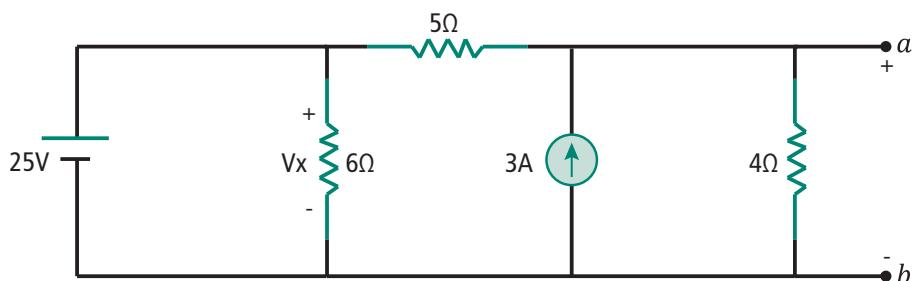

Figura 8.7: Circuito para elaboração do equivalente de Norton e Thévenin
- Determine os circuitos equivalentes de Thévenin e de Norton para o circuito da Figura 8.7, a partir dos terminais a-b.
- Determine a potência dissipada em um resistor de $20\ \Omega$ conectado ao circuito da Figura 8.7 entre os terminais a-b.
- Altere o valor da fonte de tensão para 100 V e determine novamente os circuitos equivalentes de Thévenin e de Norton para a Figura 8.7.
- Ache o valor da tensão V_x no circuito da Figura 8.7.